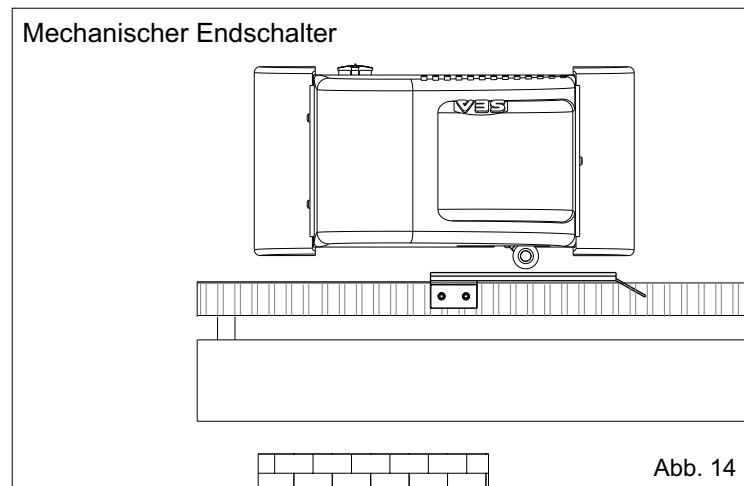
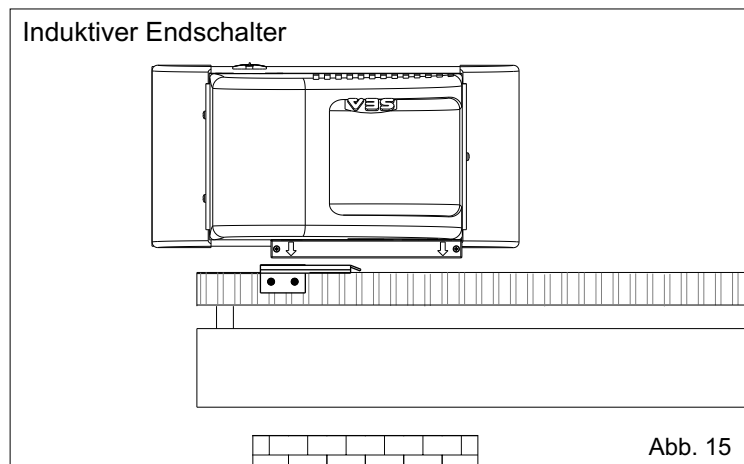

Abb. 14
Abb. 15
- Das Plättchen auf der Zahnstange so positionieren, dass der Endschalter (bei mechanischen Endschaltern Metallplättchen (Abb. 14); Anzeigepfeil bei induktivem Endschalter (Abb. 15) auf der oberen Seite) dem Punkt X entspricht, der sich 50 mm von der geknickten Seite des Plättchens befindet (Abb. 16) und mit den mitgelieferten Schrauben befestigen (Abb. 17).